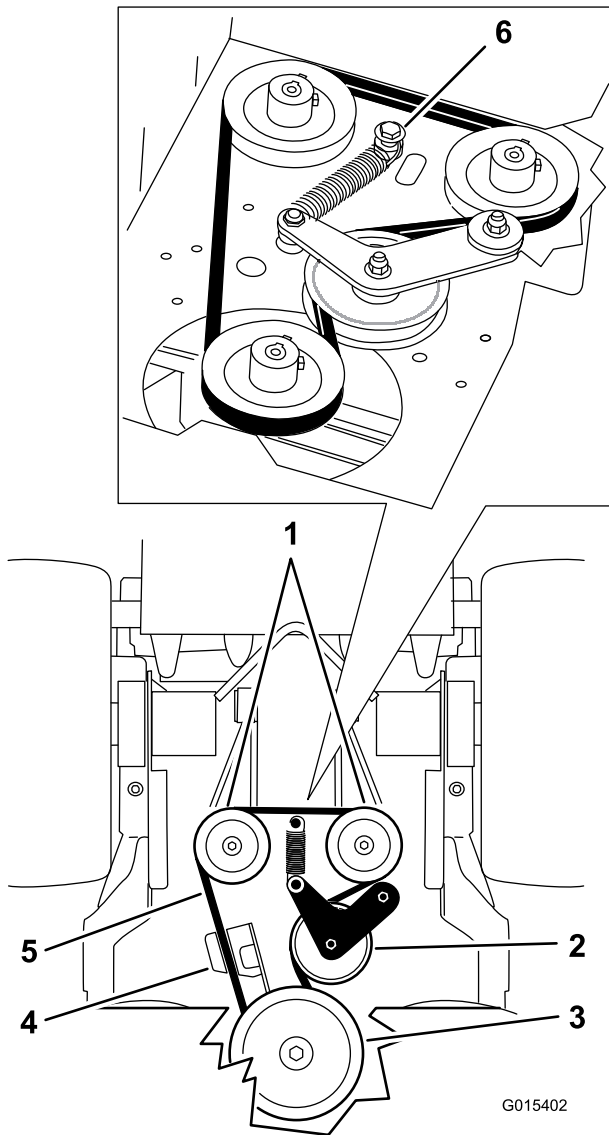

図 68
5. スプリングに接続されているショルダボルト、ナット、ワッシャをエンジンデッキから外す (図 68)。
6. ポンプ駆動ベルトを取り外す（図 68）。
8. スプリングをショルダボルトとワッシャに取り付け、ナットでエンジンデッキに接続する（図 68）。